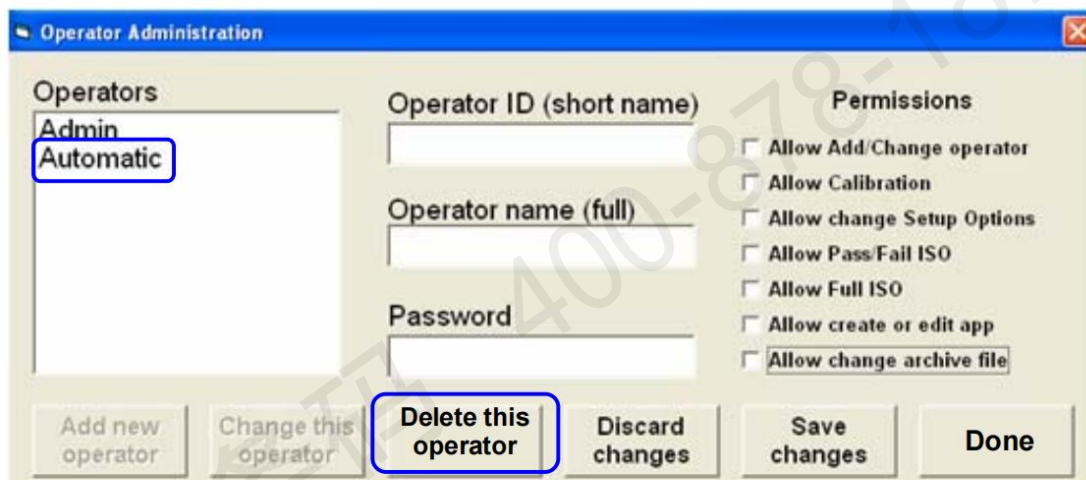

图37: 点击[Delete this operator]
3. 在[Operators]的列表中选择[Automatic] (图 37)。